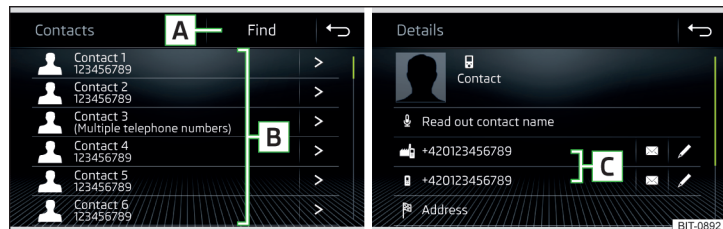

Abb. 148 Liste der Telefonkontakte / Kontaktdetails
► Im Hauptmenü *Telefon* die Funktionsfläche ℹ antippen, es wird eine Liste der Telefonkontakte angezeigt » **Abb. 148**.